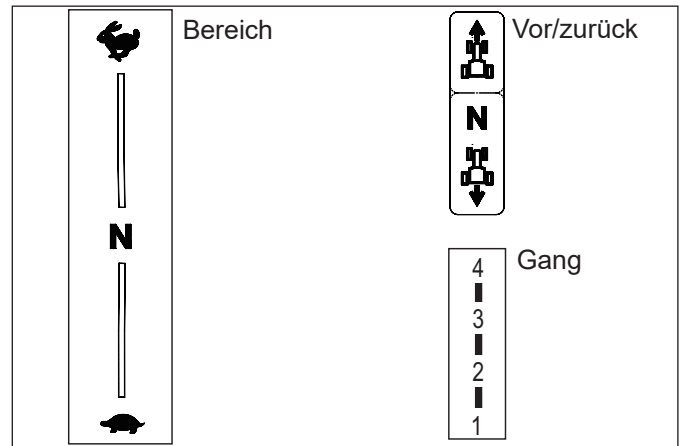

ABB. 66
ABB. 66: Gangschalthebel (1) zum Auswählen der vier Gänge. Ergänzt werden diese Schaltmöglichkeiten durch den Fahrbereichshebel (2). Mit dem Fahrbereichshebel kann der Traktor auf zwei verschiedene Fahrgeschwindigkeiten eingestellt werden. Der Gangschalthebel ermöglicht kleinere Änderungen der Fahrgeschwindigkeit.